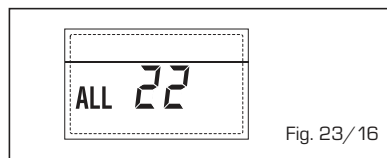

Fig. 23/16
- ANOMALÍA AVERÍA Sonda IMPULSIÓN SEGUNDA ZONA MEZCLADA "ALL 23" (fig. 23/17)